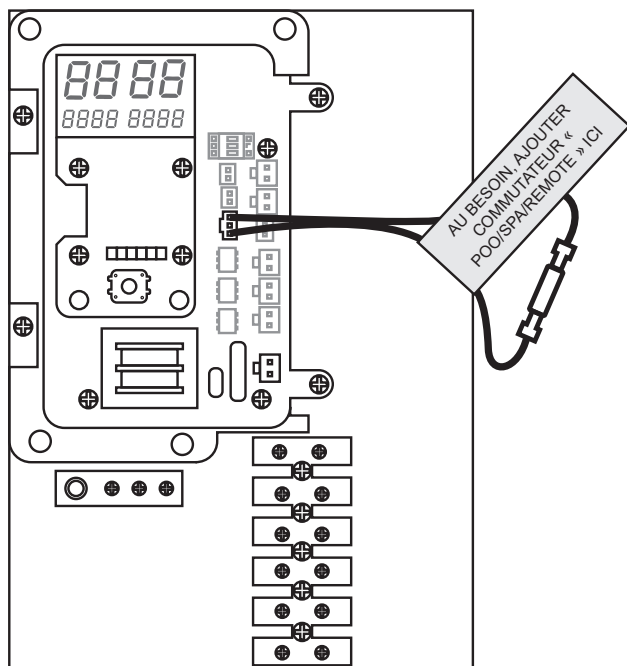

Figure 5. Conducteurs inclus pour le raccordement d'un dispositif de commande externe
5. Les conducteurs de raccordement à un dispositif de commande externe (raccordés à l'interface du chauffe-piscine/spa), sont sous tension et alimentent le circuit de commande externe, voir **Figure 5**.